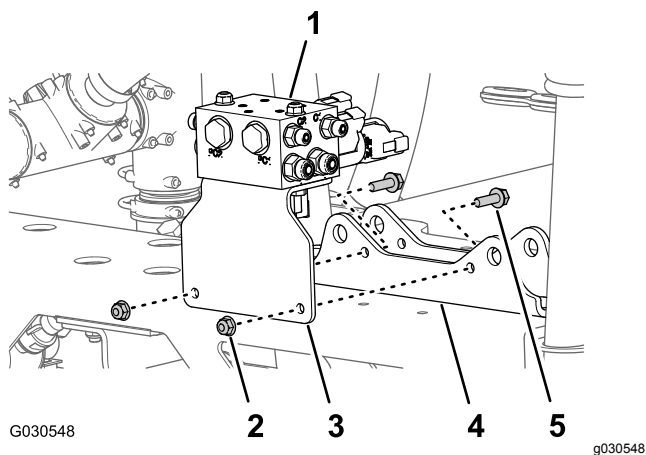

图 76
3. 拧下将喷洒臂提升阀箱的支撑托架固定至油缸安装座的 2 个凸缘锁紧螺母 5/16 英寸和 2 个凸缘头螺栓 5/16 x 1 英寸从机器上拆下阀箱和托架图 76。